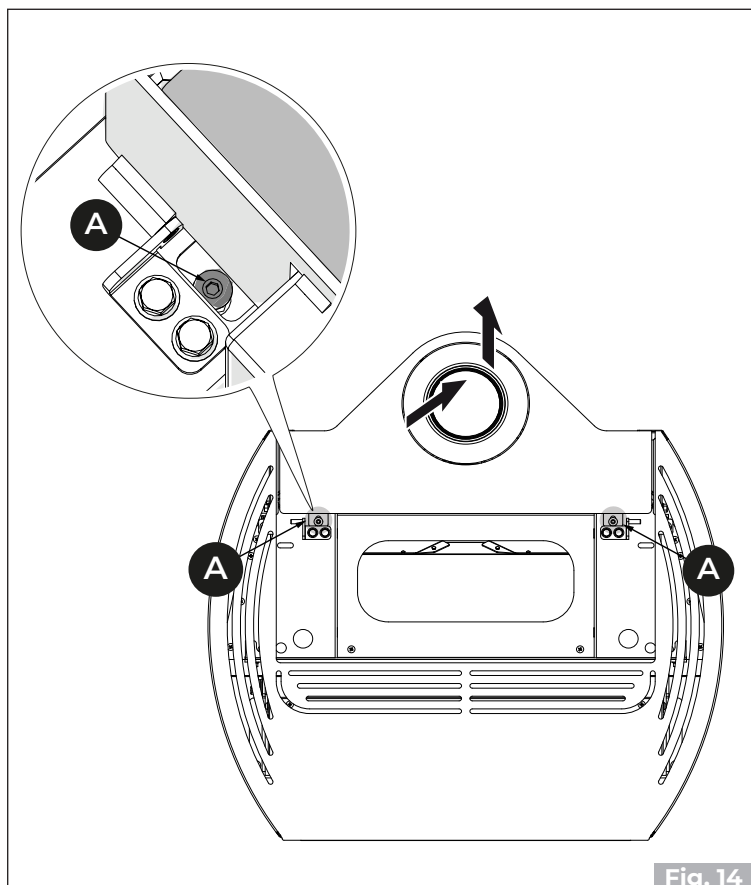

Fig. 14
- Otpustite vijke **(A)** i skinite gornji dio **(B)** (**Fig. 14**)